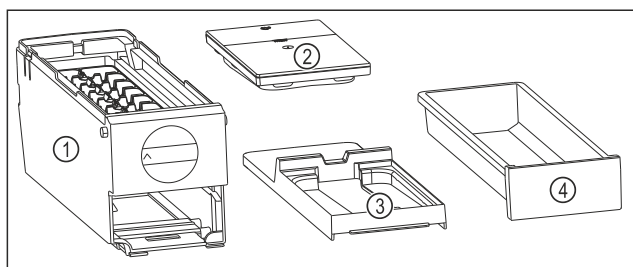

Fig. 84 Součásti EasyTwist-Ice
- ▷ EasyTwist-Ice je rozebrán na čtyři části. (viz Fig. 84)
- ▶ EasyTwist-Ice rozebírejte pouze na zobrazené součásti. (viz Fig. 84)
- ▶ Korpus EasyTwist-Ice Fig. 84 (1) vyčistěte jako celek.